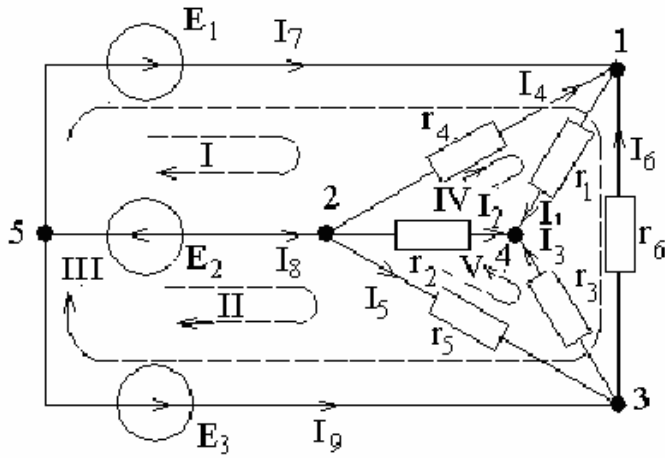

Рис. 42
12. Методом уравнений Кирхгофа найти токи в цепи (рис. 42), если $E_1=20$ В, $E_2=10$ В, $E_3=10$ В, $r_1 = 5$ Ом, $r_2 = 10$ Ом, $r_3 = 20$ Ом, $r_4 = 30$ Ом, $r_5 = 4$ Ом, $r_6 = 25$ Ом.